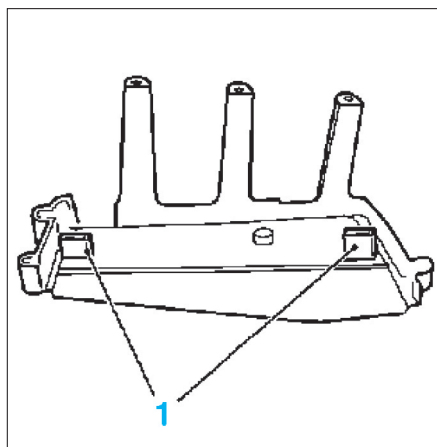

FIG. 19
- Couper les nervures en plastique (1) avec un outil approprié sur le couvercle neuf (fig. 19).